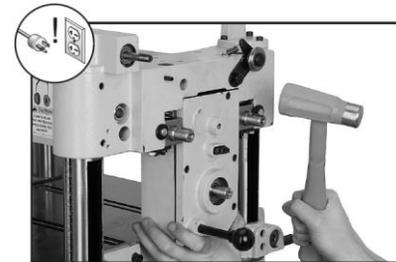

Рис. 31 Установка ножевого вала в сборе с коробкой скоростей
7. Установите ножевой вал вместе с коробкой скоростей на станок. Осадите подшипник ножевого вала, постукивая по коробке скоростей резиновыми или деревянными молотками, как показано на Рис. 31.